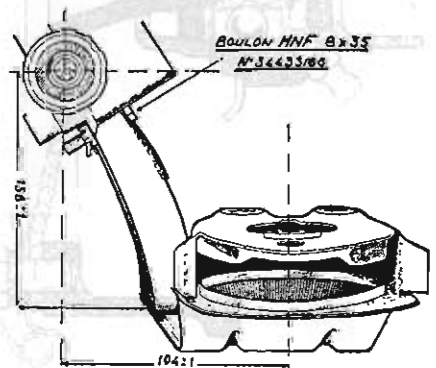

Fig. 47. — Contrôle de la position correcte de la direction.
• Vérifier la bonne position de la direction (fig. 47) en mesurant la cote 104 mm (de l'axe de la crémaillère à l'axe des roues avant) (axe de la traverse) et la cote 156 mm (de l'axe de la crémaillère au-dessous de la traverse).